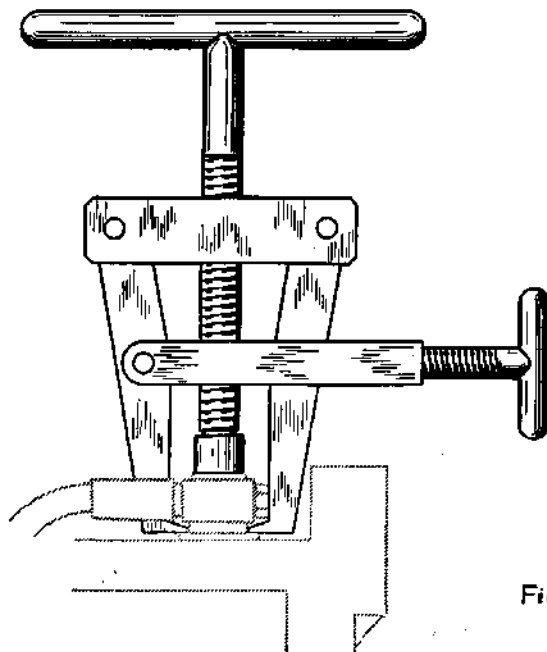

Fig. 3 _ APPAREIL
80	Monter le palier porte-balais. a) Placer sur l'arbre d'induit, côté collecteur, la rondelle de butée (43), épaisseur 3 mm..... b) Engager les balais positifs (9) et négatifs (14) dans leur conduit. Pour permettre l'introduction du collecteur, maintenir les balais à l'aide de leur ressort comme indiqué Pl. 121 B, fig. 3. c) Présenter le palier (8). Avant la mise en place complète de ce palier, amener les balais en contact sur le collecteur. S'assurer que les ressorts des balais sont bien en place..... d) Serrer les écrous (4) des vis en intercalant une rondelle grower sous tête.....